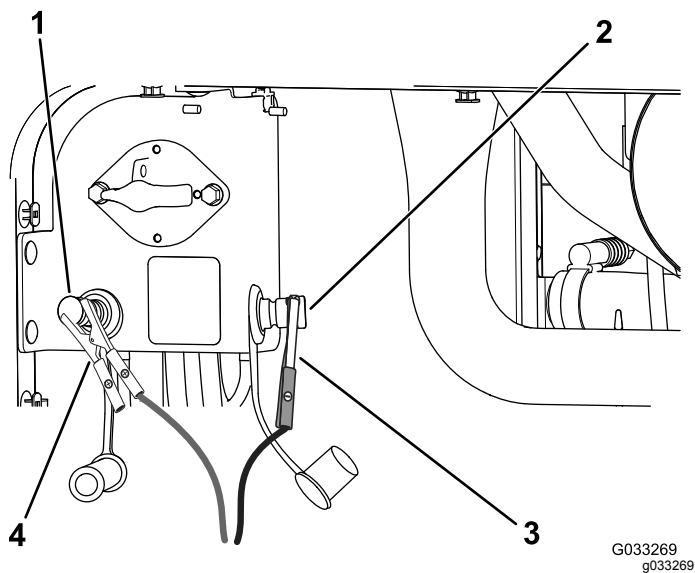

図 115
4. バッテリーチャージャののプラス端子をプラスのジャンプ端子に接続する **図 115**。
5. バッテリーチャージャのマイナス端子をマイナスのジャンプ端子に接続する 図 115。
7. 充電が終わったら、充電器のプラグをコンセントから抜いてから、充電用のリード線をジャンプ端子から外す 図 115。